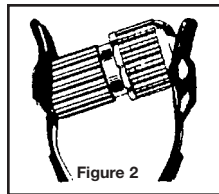

Figure 2
2. Ce serrage complet pousse le liquide dans la chambre de mélange, garantissant ainsi une manipulation adéquate et les caractéristiques physiques. Sans attendre, insérez la capsule (le bas en premier) dans les bras d’amalgamateur (voir fig. 2). La figure 4 donne le temps approximatif de mélange pour divers amalgamateurs. Ce ne